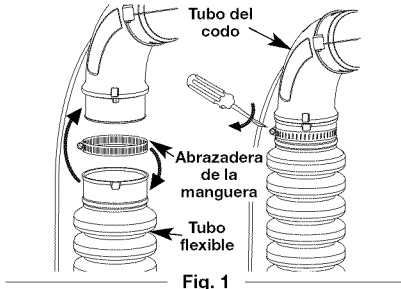

Fig. 1
1. Coloque una abrazadera de manguera sobre el extremo del tubo flexible (Fig. 1).
2. Deslice el extremo del tubo flexible con la abrazadera colocada sobre la boquilla de la caja de impelente y apriete el tornillo situado en la abrazadera de la manguera. (Fig. 1).